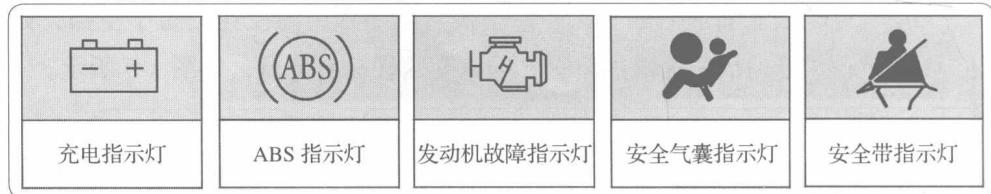

图 1-7 仪表板指示灯
(1) 发动机起动后，仔细感觉发动机声音和车辆振动是否有异常。如果有不正常现象，应立即熄火。
(2) 查看仪表板上的充电指示灯、发动机故障指示灯、ABS 指示灯、安全气囊指示灯、安全带指示灯（系上安全带的情况下）等是否熄灭。如果有指示灯、信号灯不熄灭，应停止使用汽车，如图 1-7 所示。